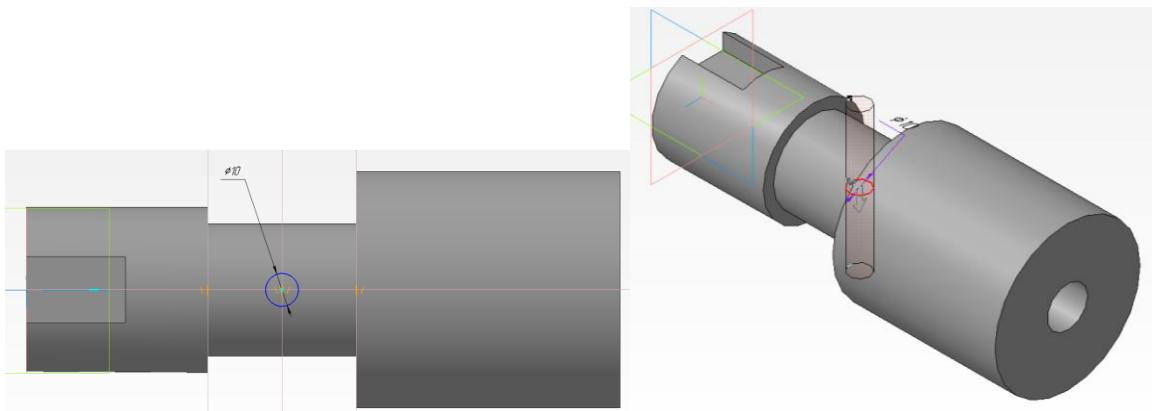

Рисунок 15.
9. Далее через - **Редактирование детали**, выбираем - **Вырезать выдавливанием**, задаем направление – **Два направления**, расстояние – **Через все**. После появления фантома - **Создать объект** (рисунок 15).